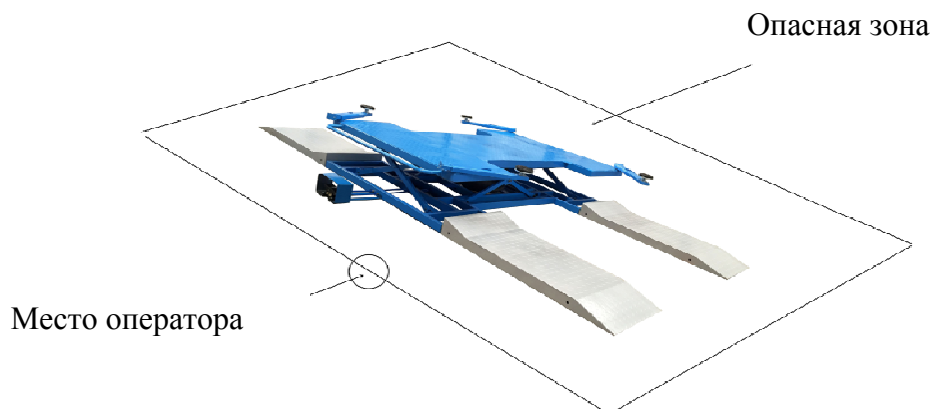

Рис.4
Важно помнить, что при подъеме или опускании оператор работает только с места управления, показанного на рис. 4. Нахождение людей в опасной зоне (рабочей зоне), показанной на рис. 4, запрещено.
- при подъеме необходимо убедиться, что в рабочей зоне отсутствуют люди и посторонние предметы (рис. 4);